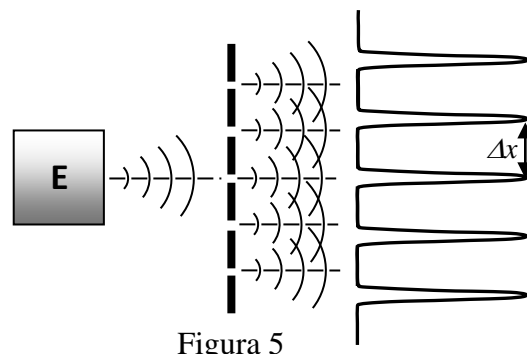

Figura 5
espaïdes regularment una distància  $d$  (on òbviament  $d=1/N_{lin}$ ). Simplificant molt podem dir que la figura d'interferència que veuríem en una pantalla, que estigués a una distància  $D$  de la xarxa de difracció, seria semblant a la de l'experiment de la doble esclatxa. Tanmateix, tal i com es mostra a la figura 5, com més petita és la distància entre línies  $d$ , més intensos i estrets són els màxims d'interferència. Per tant, la distància  $\Delta x$  entre el màxim principal i el primer màxim secundari es pot calcular a partir de la fórmula (2).